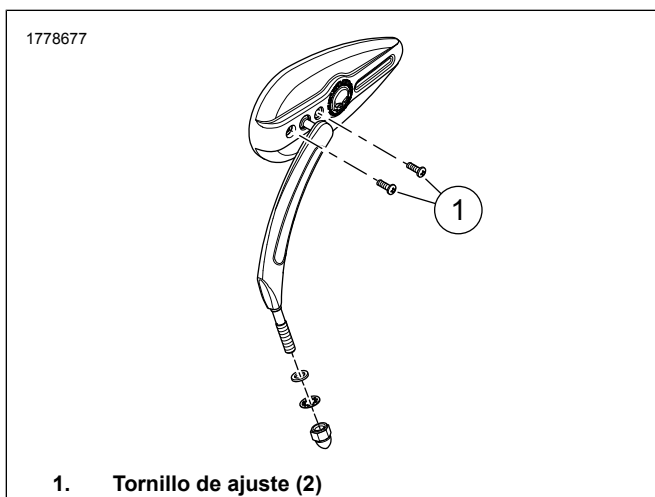

Figura 4. Tornillos de ajuste de tensión de pivote
1. Vea la Figura 4. Ajuste la tensión del pivote.
- a. Apriete poco a poco los tornillos de ajuste (1). Ajuste.